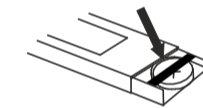

Рисунок 4.
3. Аккуратно извлеките пластиковый держатель для батареи примерно на 1 см (чуть меньше 1/2 дюйма) (см. рис. 4).